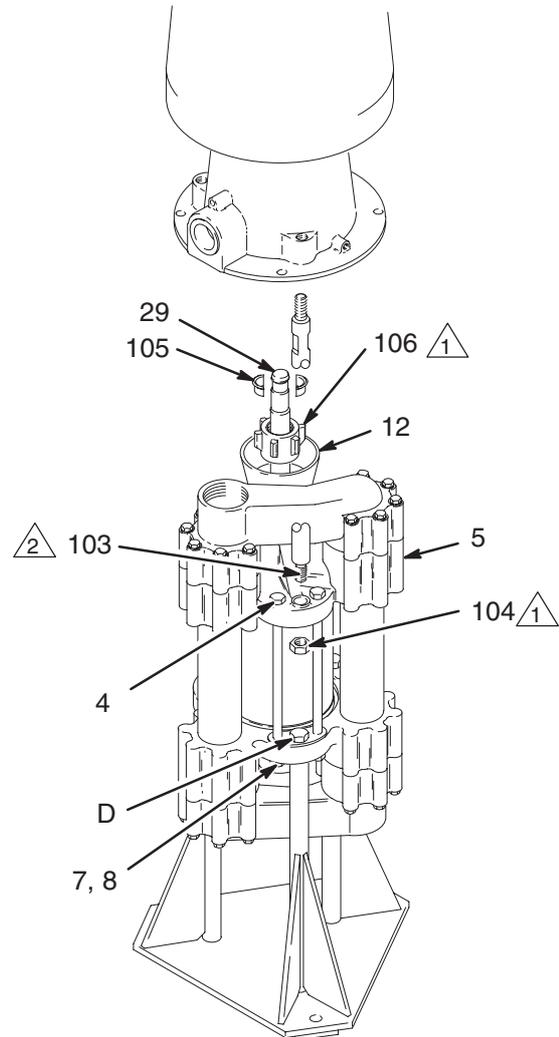

Fig. 8
Para desmontar el motor (vea la Fig. 8).
Para volver a sujetar el motor (vea la Fig. 8)
3. Saque las tuercas (8), las arandelas de seguridad (7) y los seis tornillos de cabeza del cilindro (4). Afloje la tuerca prensaestopas (12). Levante el alojamiento de la válvula de salida (5). Vea la Fig. 8.
6. Desenrosque y saque los tres pernos de la plataforma de la bomba (D). Vea la Fig. 8. Levante y saque el conjunto de la válvula de entrada de la plataforma. Coloque el alojamiento de la válvula de entrada (6) cara abajo sobre una superficie protegida.